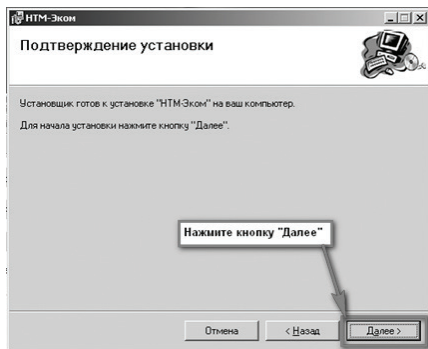

Рисунок 11
8.2.14.5 После того как ПО «HTM-ЭкоМ» будет установлено, нажать кнопку «Далее» (рисунок 11).